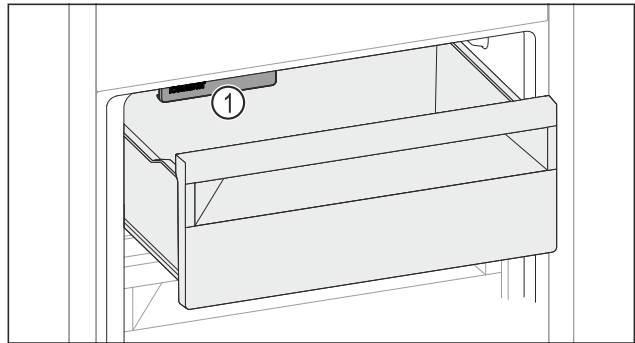

Fig. 140
- ▶ Учитывайте IceMaker Fig. 140 (1).